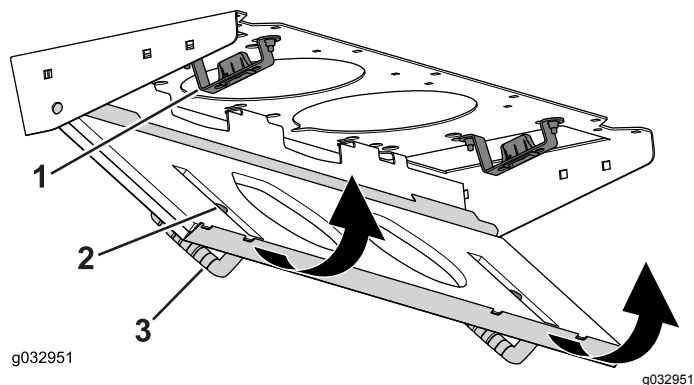

Figure 135
4. Faites pivoter le filtre sur les languettes jusqu'à ce que le pêne s'enclenche dans la gâche (Figure 135).